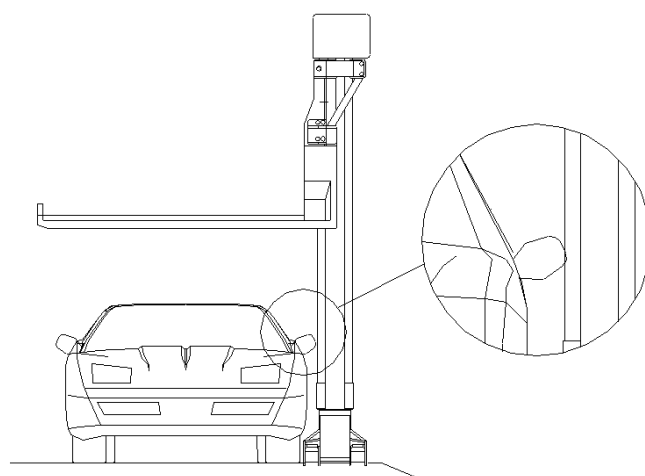

图 2.5
- c. 停车位移动时立柱是否会与下层停车的后视镜相碰撞（图 2.5）；